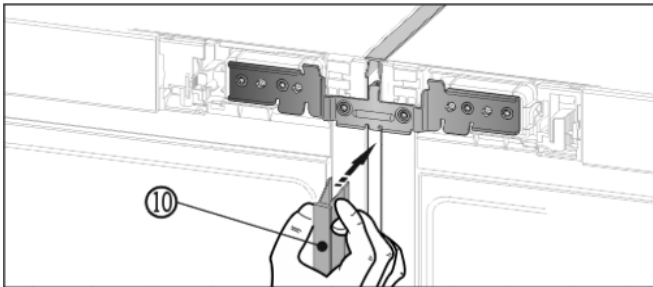

Fig. 14
- ▶ Вдавите длинную планку из высококачественной стали Fig. 14 (10) в вертикальную щель на передней стороне. Обратите внимание, что планка опирается на соединительный лист.